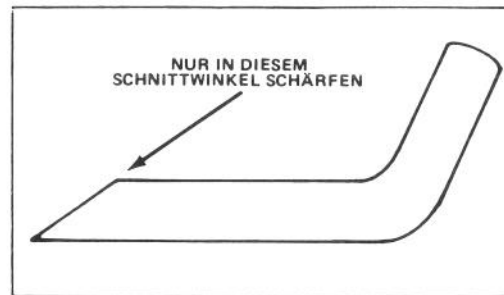

Bild 24
6. SCHÄRFEN DES MESSERS — Mit einer Feile die Oberkante des Messers schärfen und dabei den ursprünglichen Schnittwinkel einhalten (Bild 24). Das Messer bleibt, ausgewuchtet, wenn von beiden Schnittkanten gleichviel Material abgetragen wird.